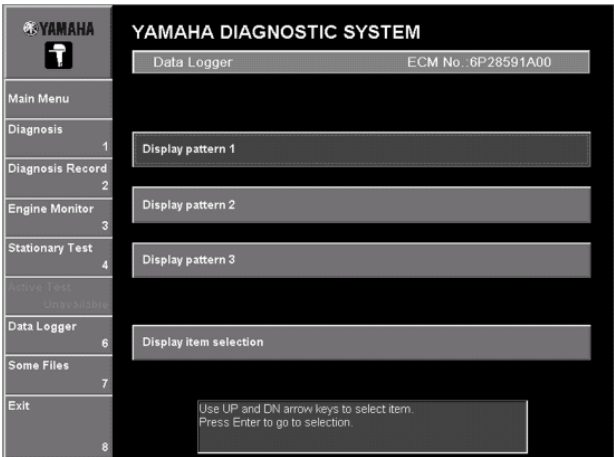

Рис. 115
- 3. Выбрать Шаблон отображения или щелчком **Шаблон отображения 1, Шаблон отображения 2, Шаблон отображения 3** или нажимая клавиши курсора вверх или вниз на клавиатуре и далее нажмите клавишу Enter. (Рис. 115)